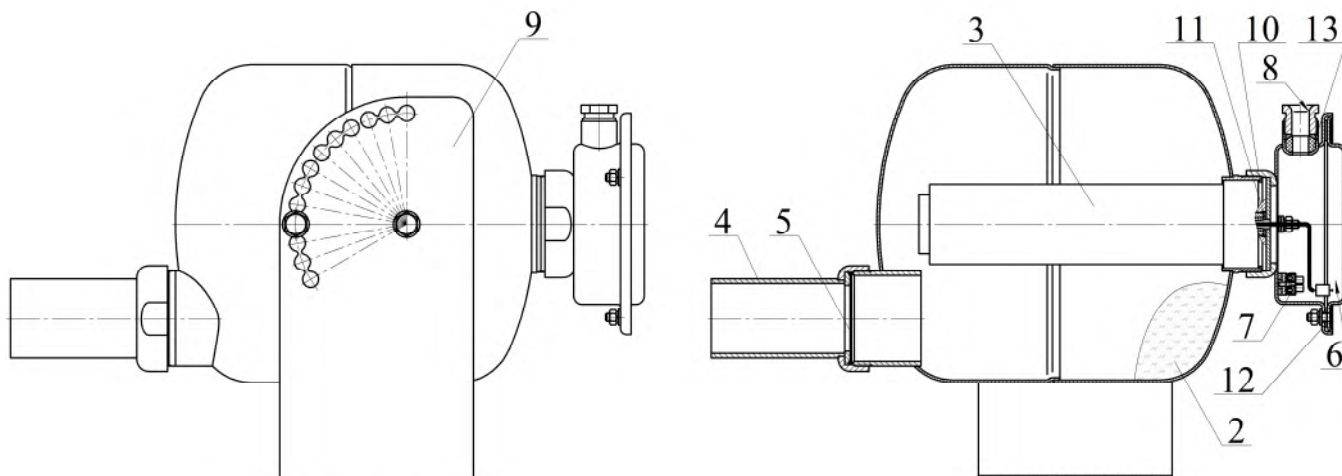

Рисунок 1
1.4.1.1 МПП (см. рисунок 1) состоит из корпуса **1**, в котором размещаются огнетушащий порошок (ОП) **2** и источник холодного газа (ИХГ) **3**. В передней части корпуса находится насадок-распылитель **4**, входное отверстие которого перекрыто мембраной **5**.
2.1.3 Закрепить кронштейн 9 (см. рисунок 1) на потолке, стене или иной несущей плоскости, расположенной под любым углом относительно поверхности пола. Координаты отверстий в кронштейне, предназначенном для крепления МПП, приведены на рисунке 3.